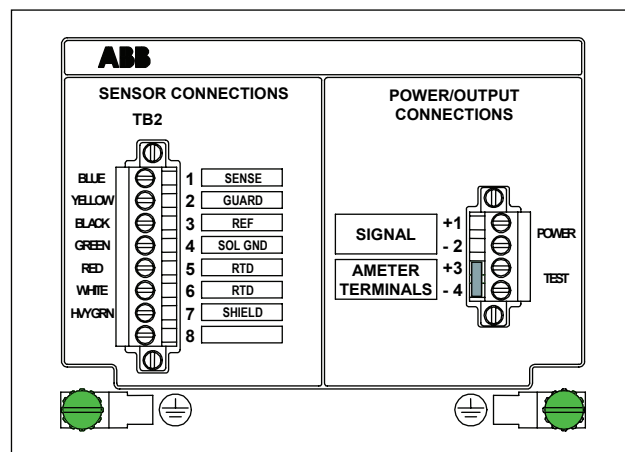

Figure 7 - Connexions électriques
Le transmetteur est alimenté par une tension CC. Reportez-vous aux exigences d'alimentation appropriées de la section Spécifications pour l'utilisation d'un transmetteur TB82 particulier (analogique, HART, PROFIBUS ou Fieldbus Foundation (FF)). L'alimentation est reliée à la zone ALIMENTATION/SORTIE sur TB1, bornes 1 et 2 (voir la **Figure 7**)